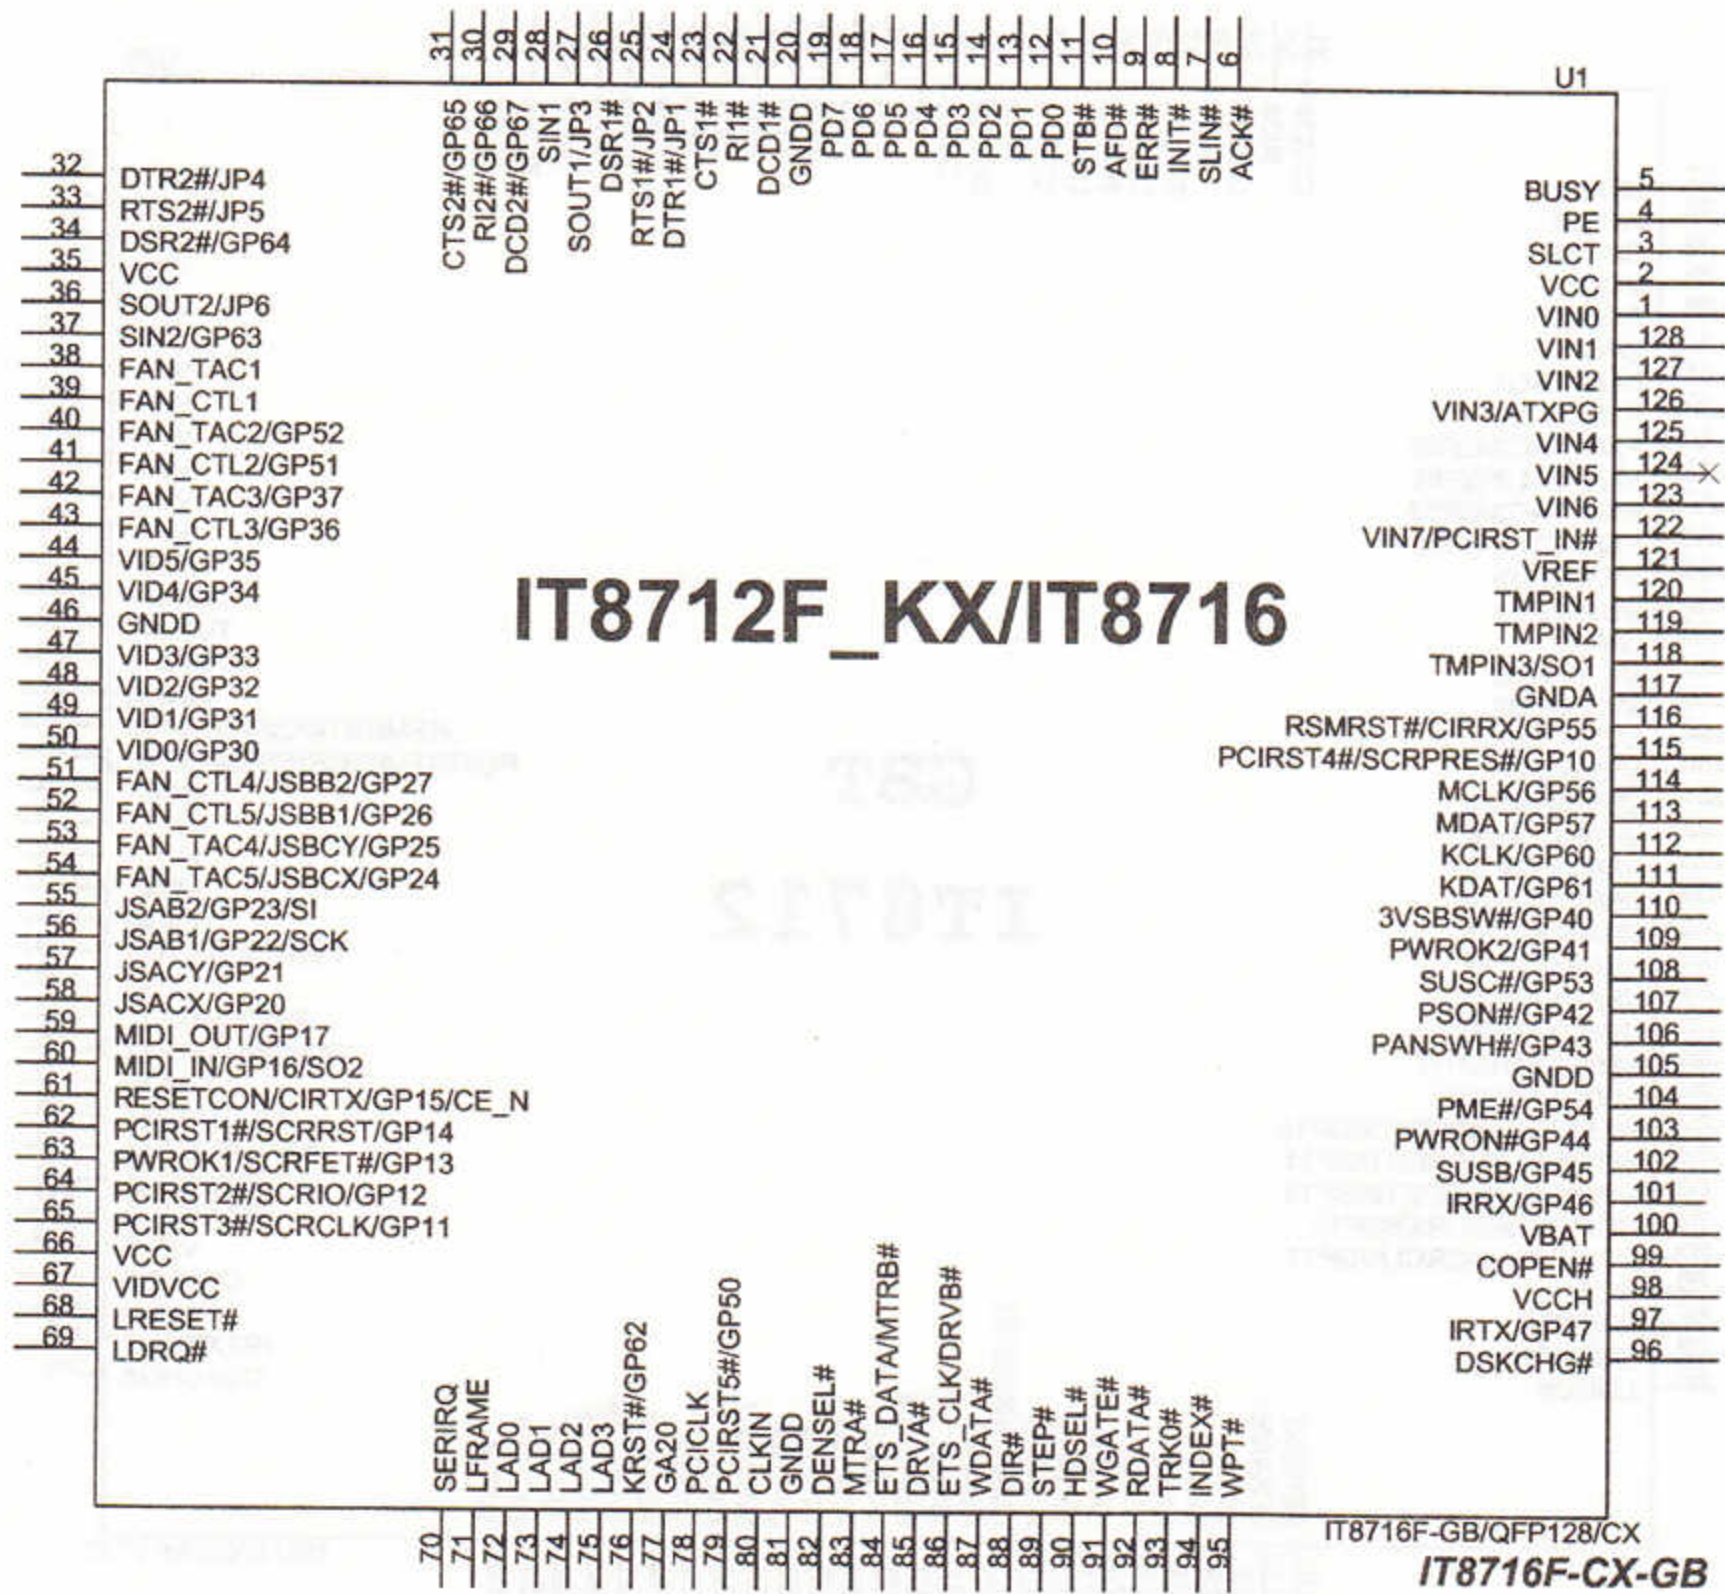
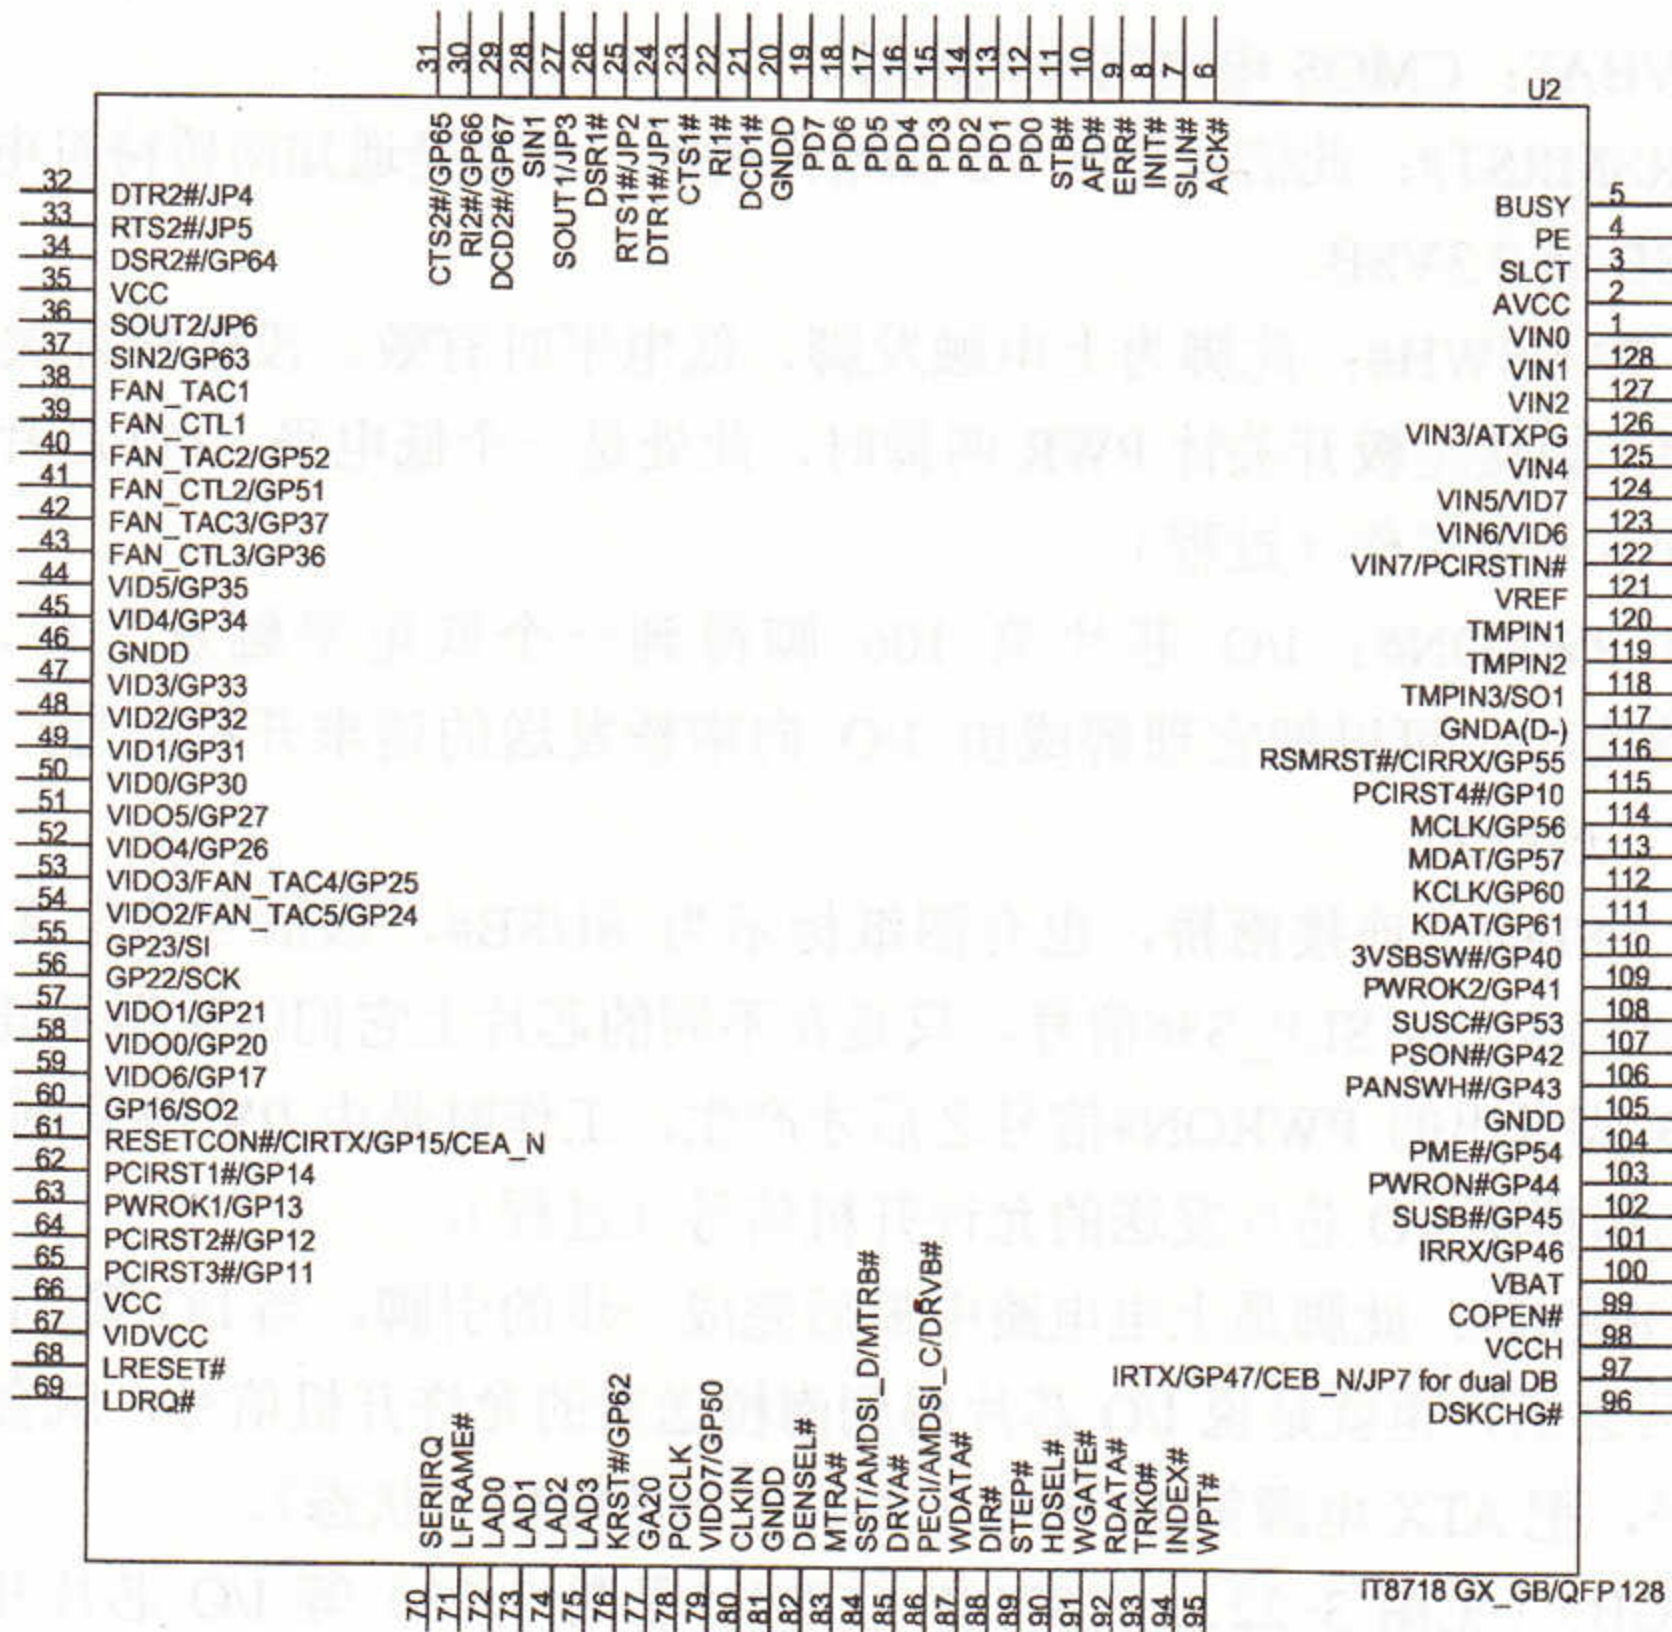

图 3-22 IT8716F (GB) 技嘉专用 I/O 引脚定义图
图 3-23 IT8718F (GB) 技嘉专用 I/O 引脚定义图
① 100 脚 VBAT: CMOS 电池电压检测脚。
② 116 脚 RSMRST#: 此信号是由 I/O 加给南桥的, 意思是通知南桥待机电压已经就绪, 正常电压为 5VSB 或 3.3VSB。
③ 106 脚 PANSWH#: 此脚为上电触发脚, 低电平时有效。没短接开关时, 此处为高电平: 一旦用镊子短接主板开关针 PWR 两脚时, 此处是一个低电平。I/O 芯片得到低电平信号后, 才会进行下一步工作 (过程)。
④ 103 脚 PWRON#: I/O 芯片第 106 脚得到一个低电平触发之后, 由此脚送出 PWRON#信号给南桥。可以把它理解成由 I/O 向南桥发送的请求开机信号, 此脚工作时由 3.3V 跳变到 0V (过程)。
⑤ 102 脚 PSIN#: 连接南桥, 也有图纸标示为 SUSB#, 该信号的定义类同 Winbond W83627 系列 I/O 芯片的 SLP_S3#信号, 只是在不同的芯片上它们的称谓不同。此脚信号在南桥得到第 103 脚送出的 PWRON#信号之后才产生, 工作时是由 0V 跳变到 3.3V。可以把这个信号理解为南桥给 I/O 芯片发送的允许开机信号 (过程)。
⑥ 107 脚 PSON#: 此脚是上电电路中最后完成一步的引脚。当 I/O 第 71 脚收到南桥发出的 SUSB#信号之后, 也就是说 I/O 芯片得到南桥送来的允许开机信号, 就会由此脚输出一个恒定的低电平, 把 ATX 电源第 14 脚绿色线的电压给拉低 (状态)。
IT8716F (GB) (见图 3-22)、IT8718F (GB) (见图 3-23) 等 I/O 芯片开机电路引脚与 IT8712F (GB) 相同, 开机脚位参考 IT8712F (GB)。